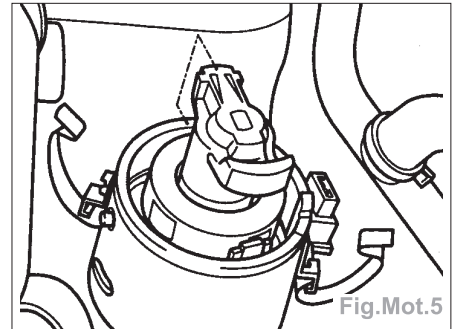

Fig.Mot.5
- Placer l'allumeur de telle manière que le rotor soit orienté vers le repère du cylindre 1 sur le boîtier d'allumeur (Fig.Mot.5).